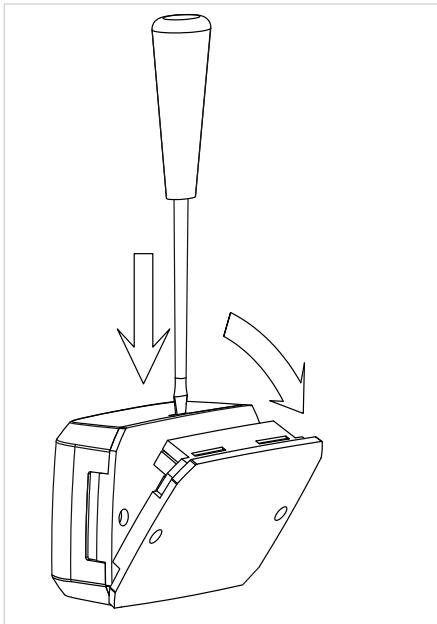

Рисунок 25.
3. Снимите крышку с зацепов при помощи шлицевой отвертки (рис. 25).